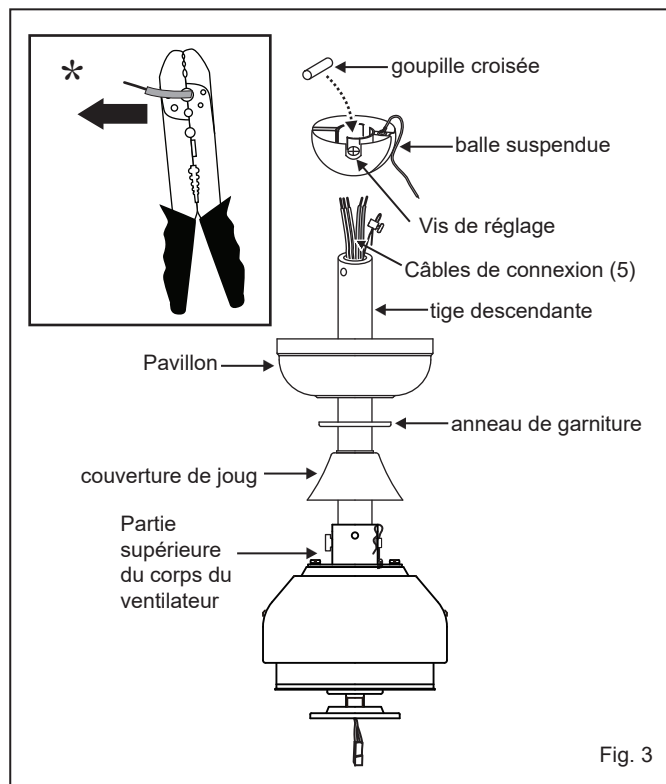

Fig. 3
- 6 Glissez le couvercle de l'étrier, l'anneau de garniture et le pavillon sur la tige de suspension. (Fig.3)
- 1 Retirez la plaque murale existante et l'ancien interrupteur de la boîte de prise murale. (Fig. 3)